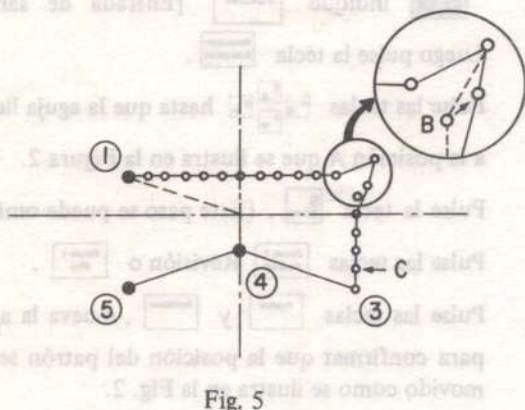

Fig. 5
Paso 17 Mueva la aguja a la posición B como se ilustra en la Fig. 5. Entonces pulse las teclas  y  hasta que el LED  indique  [Movimiento de punto (absoluto)]. Luego pulse la tecla .
Paso 20 Mueva la aguja usando las teclas  y , y confirme que el punto de entrada de la aguja se ha movido como se ilustra en la Fig. 5.
Paso 21 Mueva la aguja a la posición C que se ilustra en la Fig. 5. Luego pulse las teclas  y  hasta que el LED  indique  [Borrado de punto (relativo)]. Luego pulse la tecla .